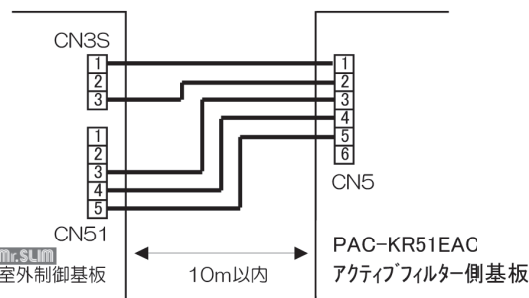

図1
①アクティブフィルタ（以下AF）基板側の設定
②空調機間信号配線
- 図1のように、室外制御基板(空調機側)のCN3S(1-3ピン)、CN51とAF基板のCN5を接続ください。